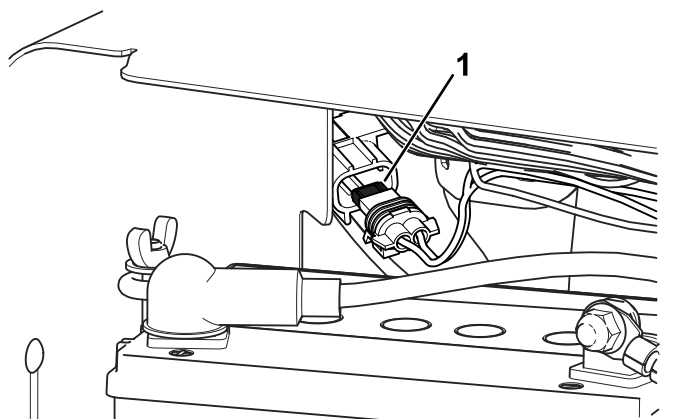

**Figure 161**
2. Retirez le couvercle du porte-fusibles (Figure 161).